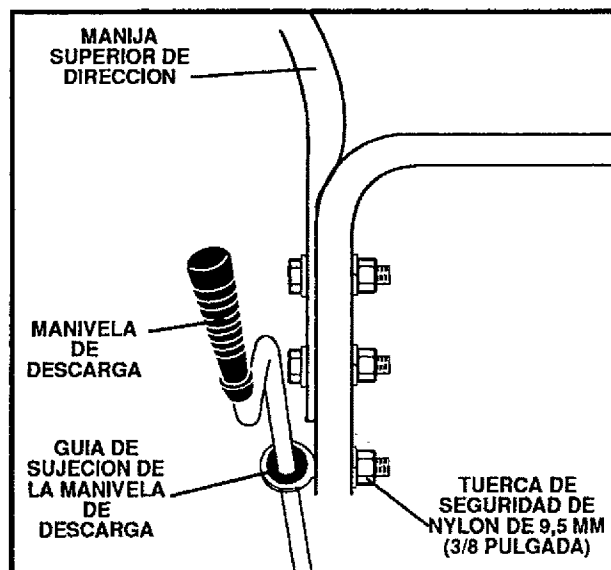

FIG. 4A
- Remueva la tuerca de seguridad de nylon de 3 mm (3/8 pulgada) del grupo del perno en anillo (en el conjunto del cigüeñal ya desmontado) (Vea la FIG. 4A).
- Instale el perno en anillo a través del orificio inferior al lado izquierdo de la manija (Vea la FIG. 4A).
- Coloque sin ajustar, la arandela plana y la tuerca de seguridad de nylon, ambas de 3 mm (3/8 pulgada), en el perno en anillo co (FIG. 4A).